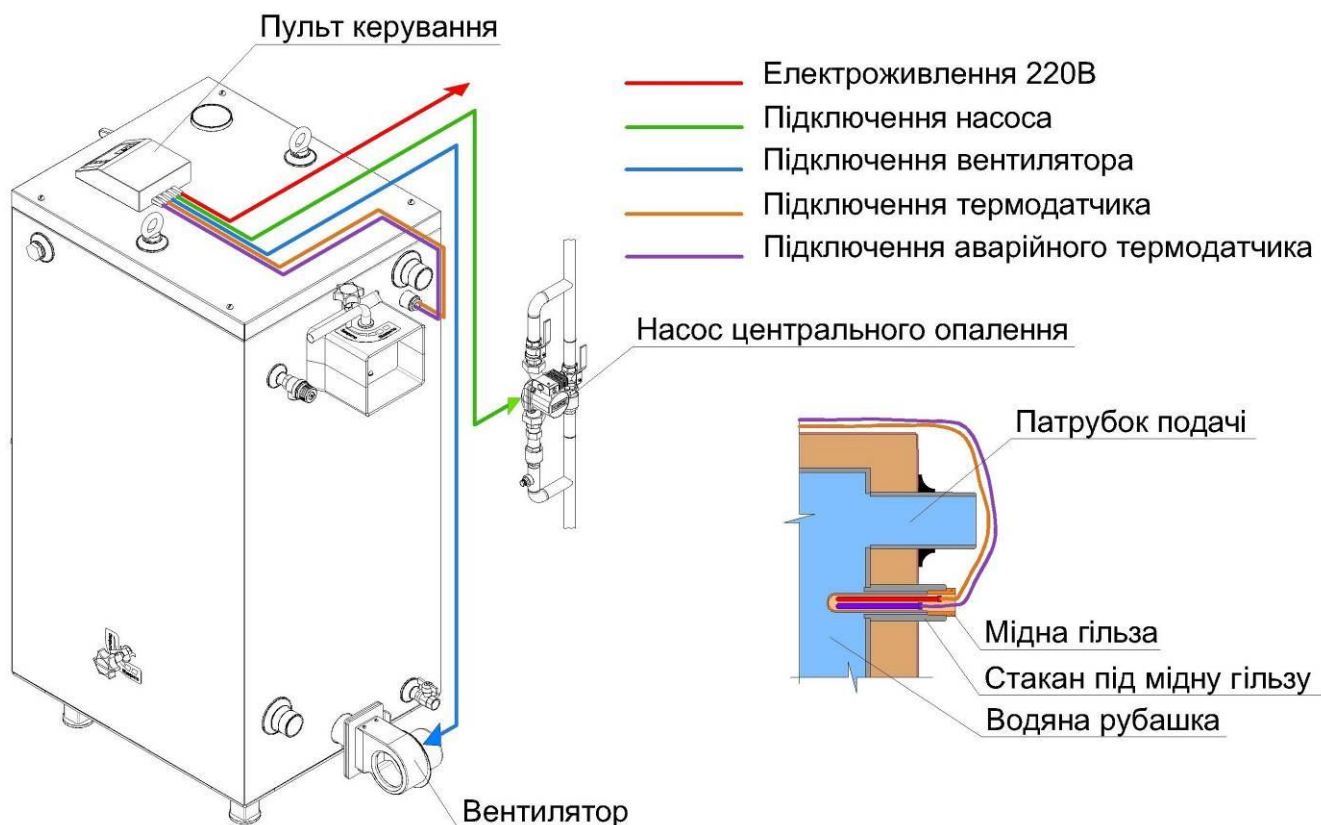
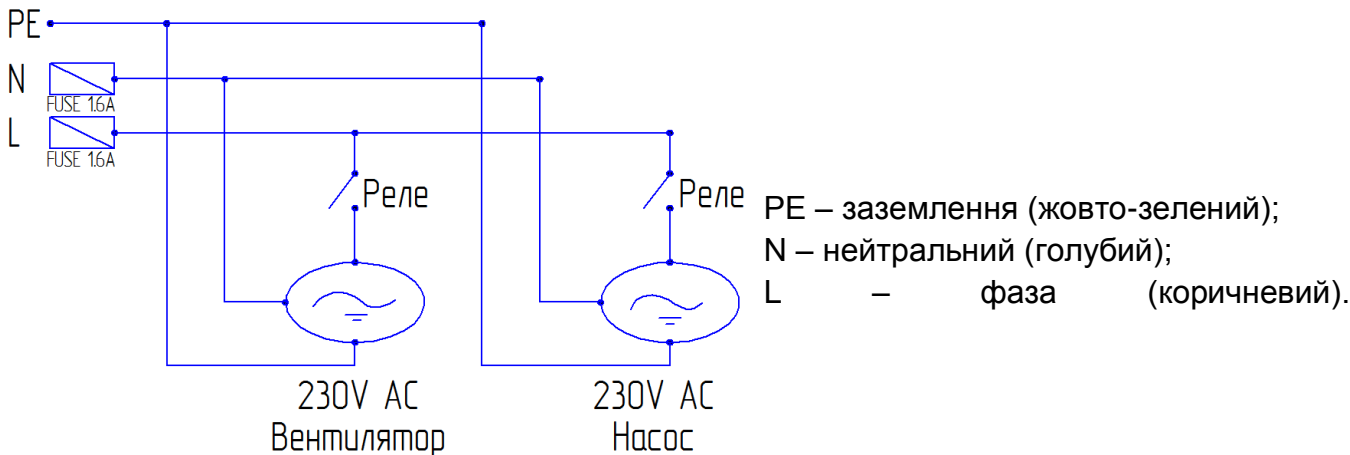

Рис. 10 Підключення пульта керування до котлів «Ретра-5М PLUS»
Рис. 11 Схема підключення кабелів до пульта керування
6.3.6.1 Котли моделі «Ретра-5М PLUS» працюють з вентилятором та пультом керування. Схеми підключення пульта керування та монтаж вентилятора показані на Рис. 10, Рис. 11 та Рис.12 відповідно.
6.3.6.2 Пульт керування (Рис.10) призначений для керування роботою котла центрального опалення, який обладнаний вентилятором і насосом циркуляції води в системі опалення. Він в автоматичному режимі підтримує задану температуру за допомогою вентилятора.